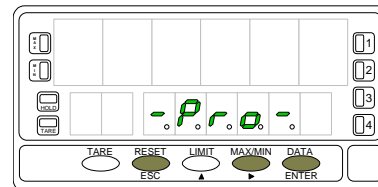

Fig. 13.1. Accès au mode programmation
2. Par **ENTER**, accéder au mode programmation (indication "-Pro-" sur affichage secondaire selon fig. 13.1).